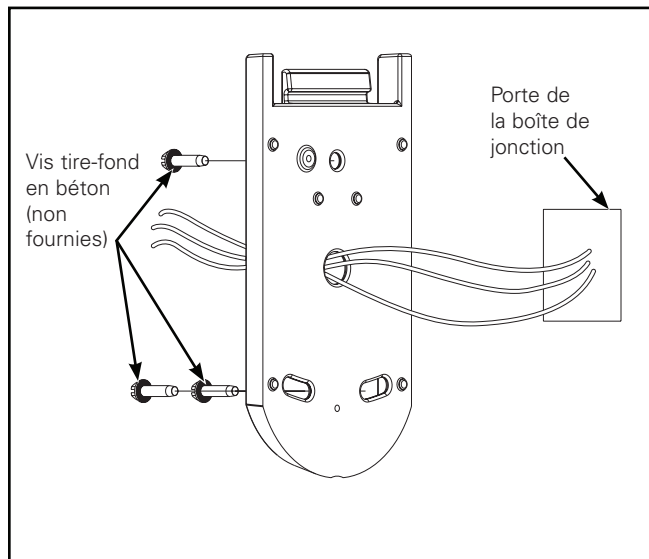

Figure 2
- Sortez le fil de terre, le fil neutre et le fil de tension de la boîte de jonction et faites-les passer à travers la plaque murale. (Figure 2).